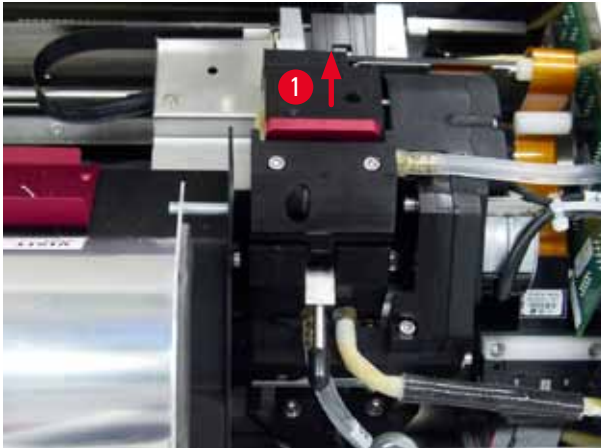

Fig. 49
2. La tête d'impression (→ "Fig. 49-1") s'élève jusqu'à env. 1 cm du joint à lèvres (→ "Fig. 49").